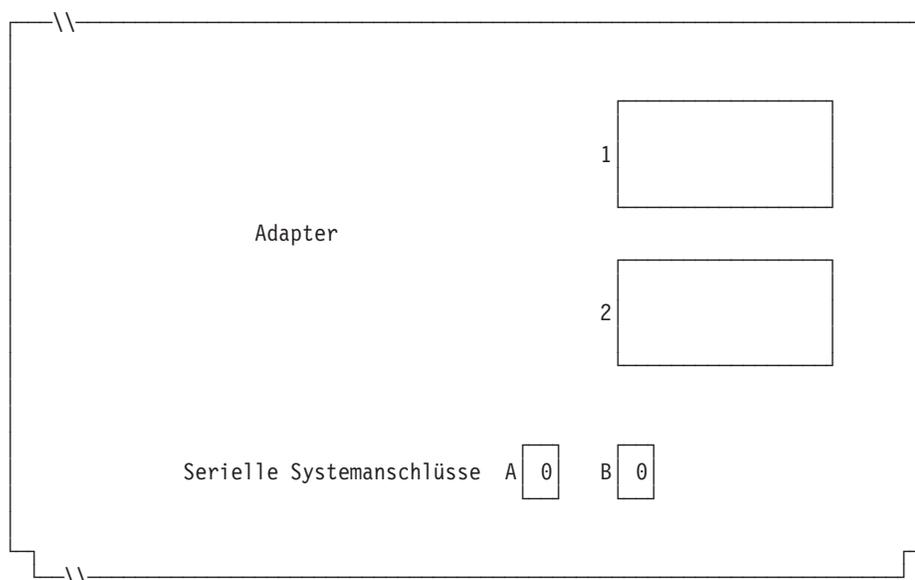

Abbildung 89. Rechte Seite der Rückseite einer Datenkassette IBM 4694-0x4/1x4
Abb. 89 auf Seite 303 die Anschlussnummer eintragen. Eine Null (0) eintragen,